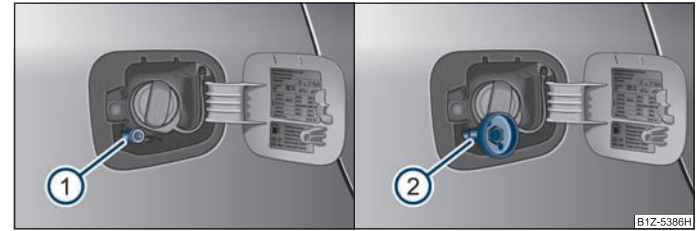

Fig. 3 Llenado con LPG
- Desenrosque el cierre del racor de llenado de LPG ① ⇒ fig. 3.